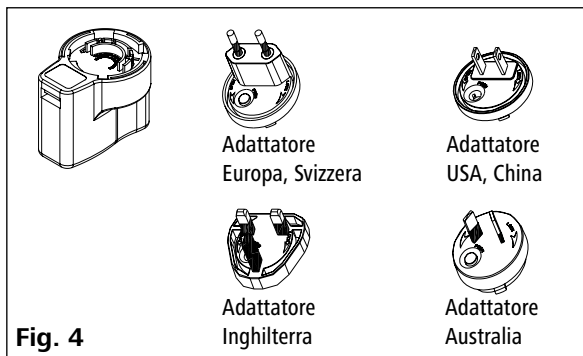

Fig. 4
- Supporto **WiCo** WH 10 vedi Fig. 4
- Alimentatore OS 1.0 (per **WiCo**) vedi Fig. 4